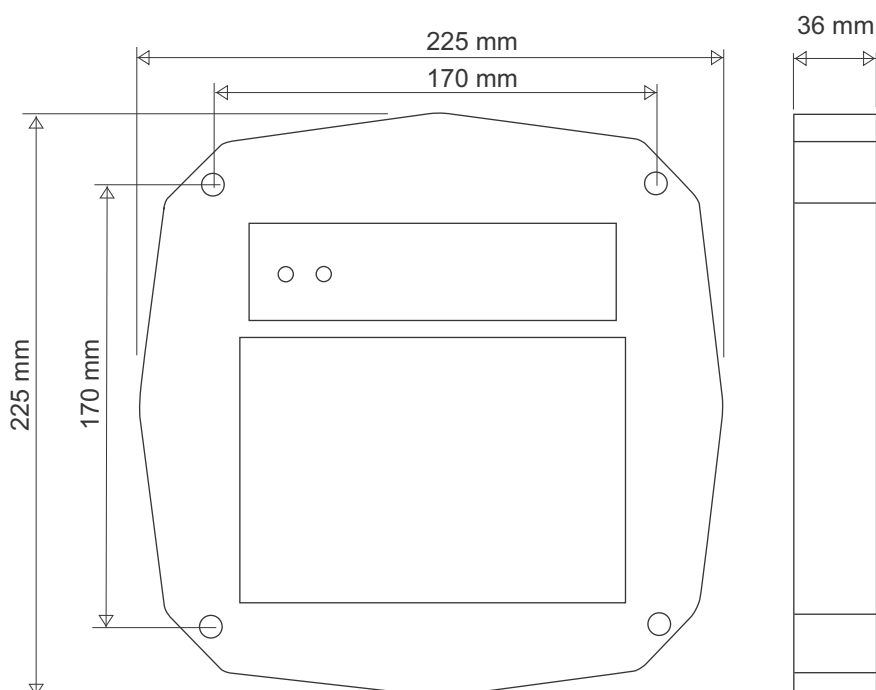

Abbildung 1. Abmessungen.
- Markieren und bohren Sie die Befestigungsbohrungen in derselben Größe wie die Löcher im Gehäuse des Lesegeräts (siehe Abbildung 1);